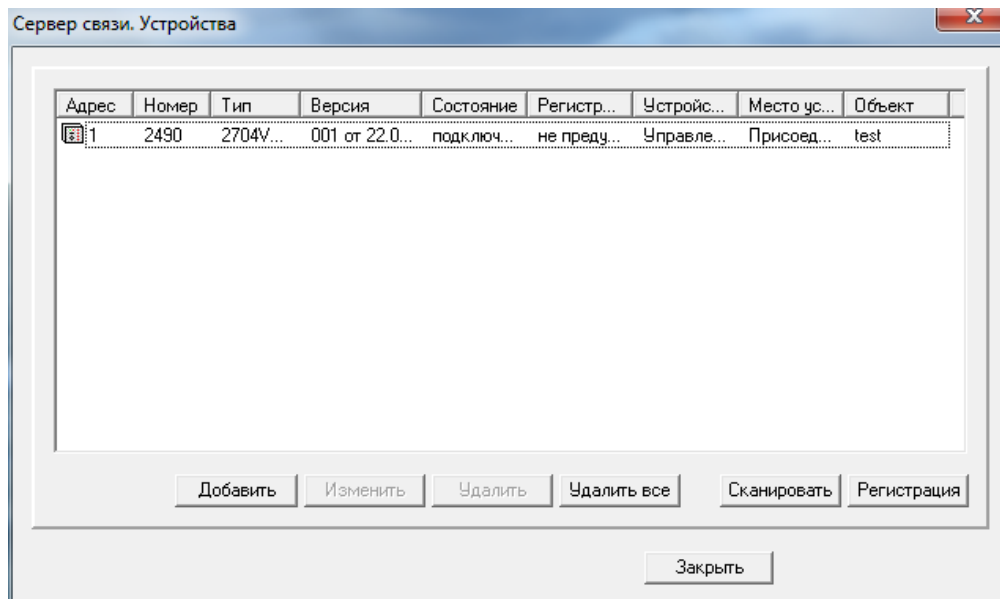

Рисунок 2.120
- выполнить запуск и настройку программы Сервер связи из состава EKRA Foundation для работы с имеющимися терминалами БЭ2704 и БЭ2502 (рисунок 2.120);